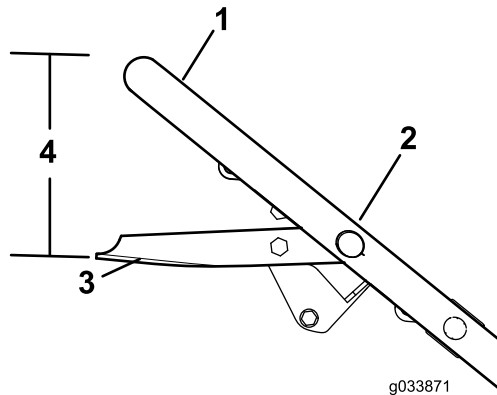

Figura 30
3. Sostenga la barra de control de las cuchillas a 19 cm (7⁵/₈") desde la parte superior del manillar como se muestra en Figura 30.